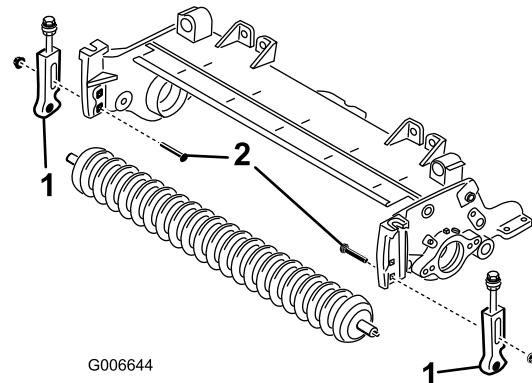

图3
5. 拆下把剪草高度支架固定到滚刀组侧板上的锁紧螺栓和螺母 (图3)。
7. 从滚刀组侧板上拆下剪草高度支架和前滚筒 (图3)。